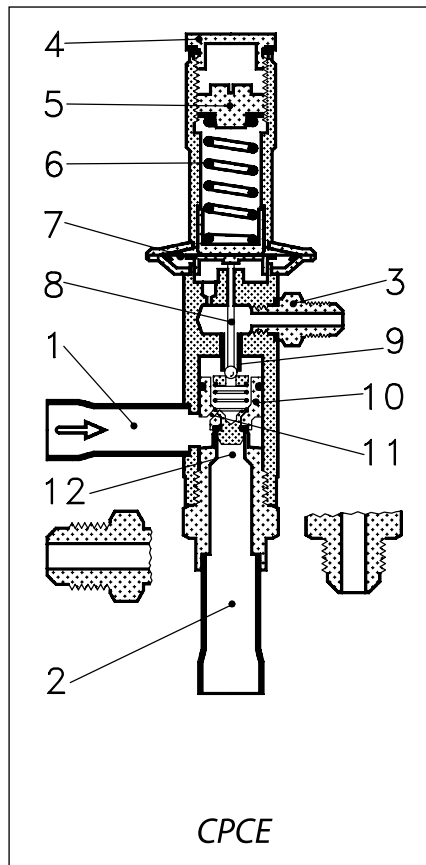

Рис. 5.
Принцип работы: (см. рис. 5) На диафрагму (7) с верхней стороны воздействует сила пружины (6), а с нижней стороны – давление, подан-